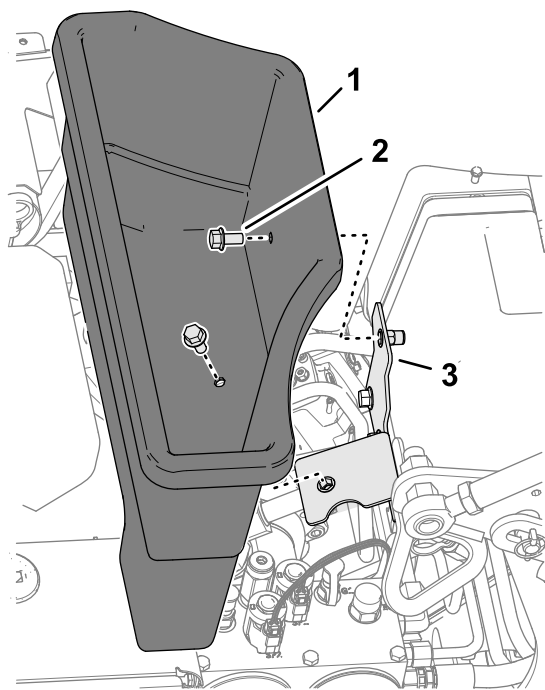

図 115
3. 小物入れを小物入れブラケットに固定している 2 本のフランジヘッドボルトを取り外す 図 115。